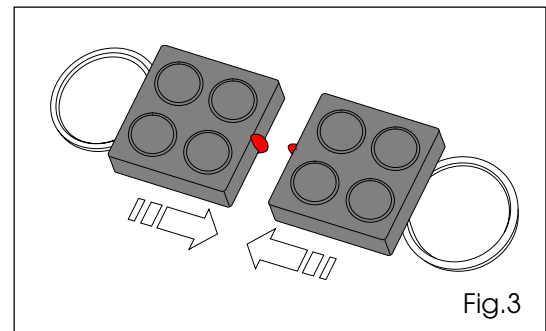

Fig.3
- Approcher frontalement pour qu'ils se touchent le Tx maître du Tx à codifier (maître ou esclave) d'après la figure 3;